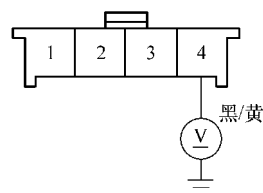

图 7-43 测试 A/C 压缩机驱动器电源
4) 如图 7-43 所示, 测量空调 (A/C) 压缩机驱动器 4 芯插头 4 号端子与车身搭铁之间是否为蓄电池电压?